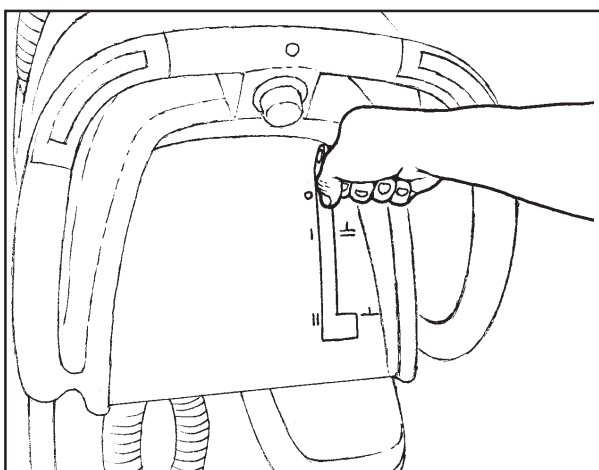

Figura 26
2. Para elevar la bayeta, vuelva a colocar la palanca en la posición elevada (véase figura 26).